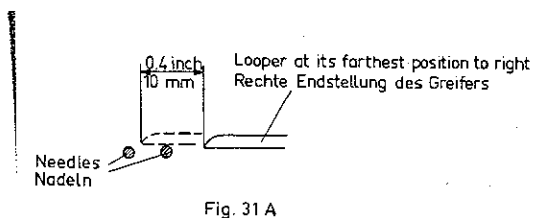

Fig. 31 A
- 3) Medir la distancia 'A', Fig. 31, con una escala o regla y anotarlo.